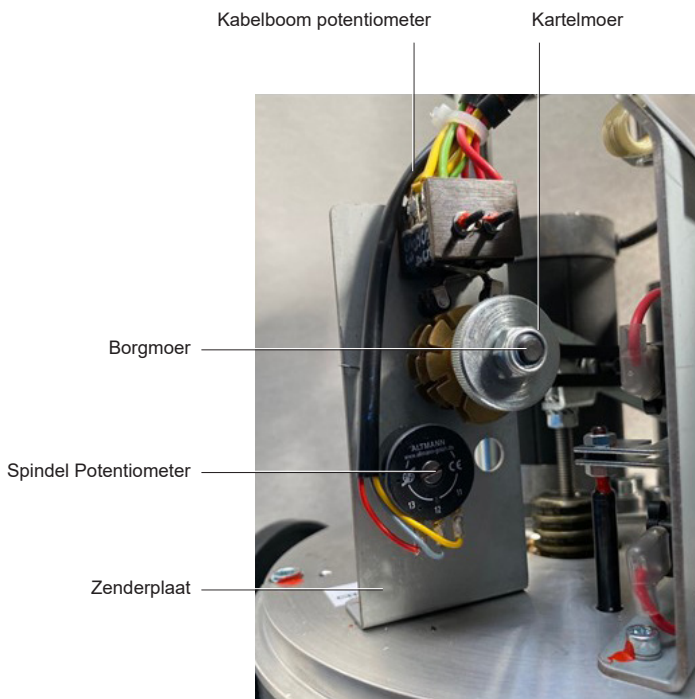

Fig. 13 Installatie en afstelling van de potentiometer (8kN+)
- Zie Fig. 13 Installatie en afstelling van de potentiometer (8 kN+) voor meer informatie over het product